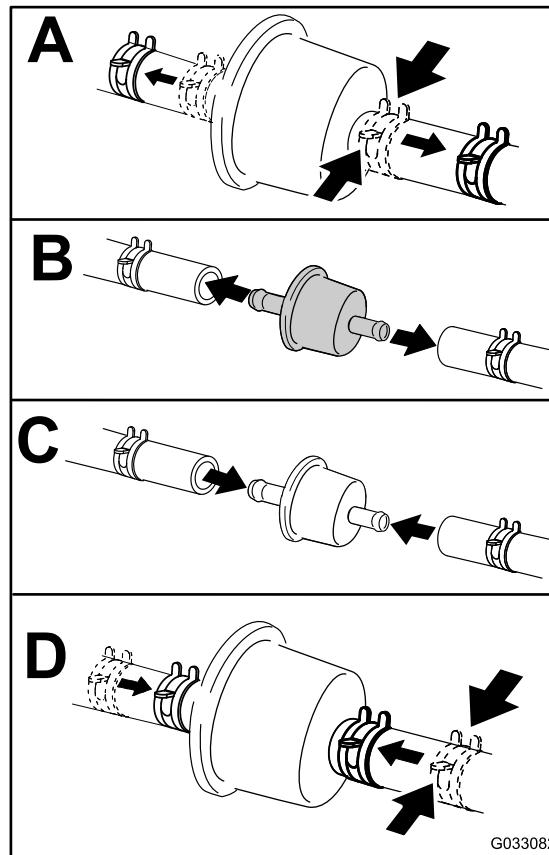

Figura 53
4. Sostituite il filtro del carburante (Figura 53).